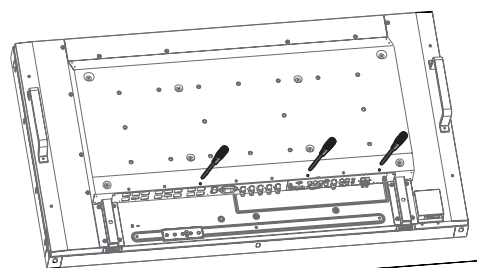

Figura 6
- Retire los tres tornillos (Figura 6).